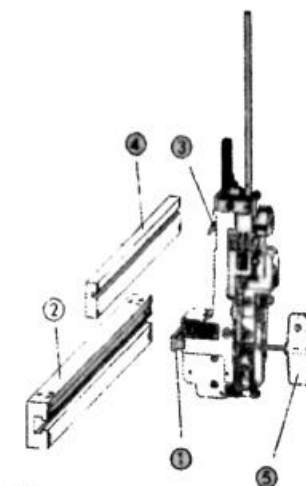
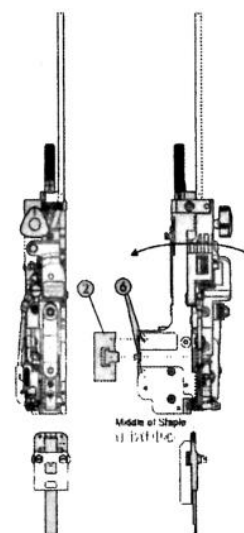

Рис.1
Рис. 2
- Установка проволочек (Рис.1)
- Вставьте штапельную головку в монтажный блок так, чтобы блок привода (3) также был вставлен в балку (4), а Т-образный блок - только в паз штапельной головки.
- Боковая регулировка (Рис.1)
- Ослабьте Т-образный монтажный блок (1) с помощью ключа (5).
- Фронтальная регулировка (Рис.2)